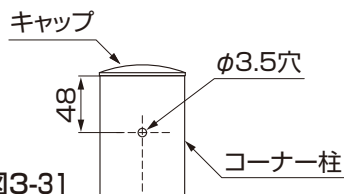

図3-31
- ②コーナー角度に合わせて、コーナー柱にドリルでφ3.5の穴をあけてください。(図3-31、図3-32参照)